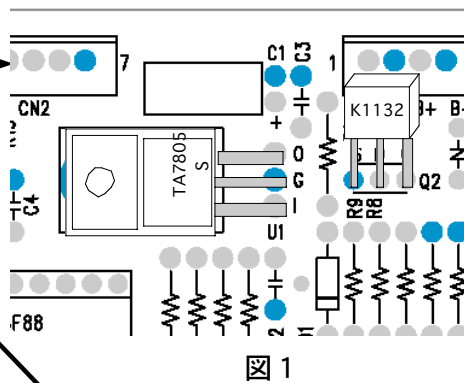
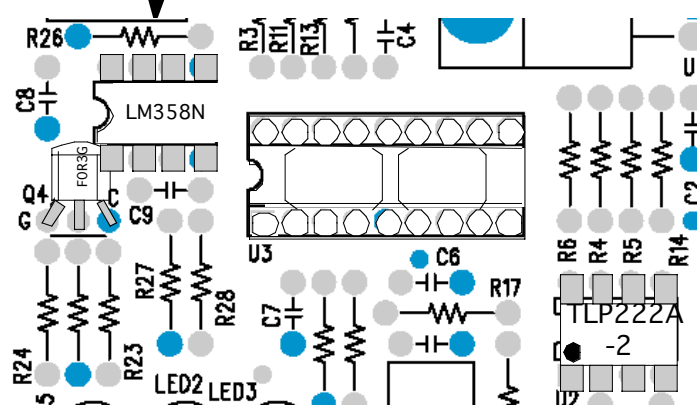

図 1
図 4
※文中に<図1～5>とあるところは別紙の部品配置図を参照してください
5. **ICソケット**はU3の位置に部品の切り欠きをシルクの切り欠きに合わせます<図4>
6. **オペアンプ(U4)**は部品の切り欠きをシルクの切り欠きに合わせます<図4>
7. **フォトリレー(U2)**は部品の黒丸が1番ピンですので、基板の四角いランドに合わせます<図4>
8. **MOS型トランジスタ(Q2)** <図1>、**サイリスタ(Q4)** <図4>は脚の配置とシルク配置を合わせます
10. **パワートランジスタ(Q1)**、**トランジスタ(Q3)**、**三端子レギュレータ(U1)**は、脚の配置とシルクの配置を合わせます。また寝かせますので、適当なところで脚を曲げて基板に乗せます<図1、5>